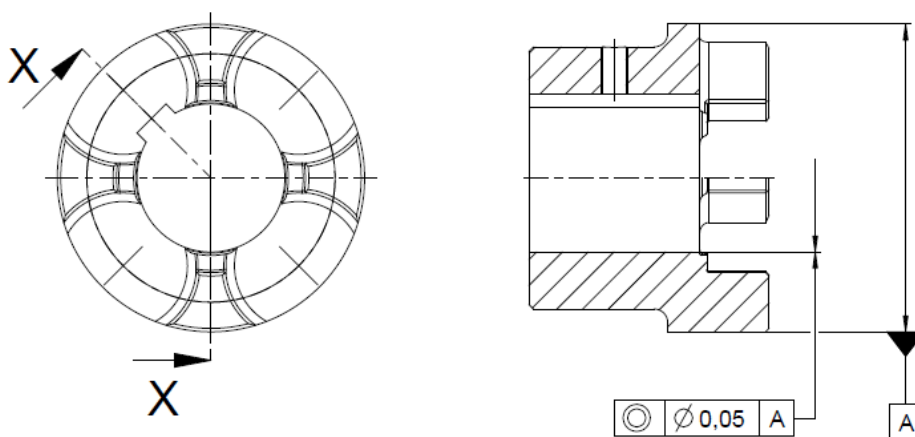

Abbildung 7.3: Vorgaben für Form- und Lagetoleranz der Bohrung und Position der Passfedernut
- die Form- und Lagetoleranzen nach DIN ISO 286 eingehalten werden (siehe hierzu die Abbildung 7.3).
Wenn die Nabe mit einer Passfedernut ausgeführt werden soll, ist sie bevorzugt zwischen den Nocken wie in Abbildung 7.3 gezeigt, einzubringen. Die Auslegung und Überprüfung der Passfederverbindung obliegt dem Betreiber und liegt in seiner Verantwortung.